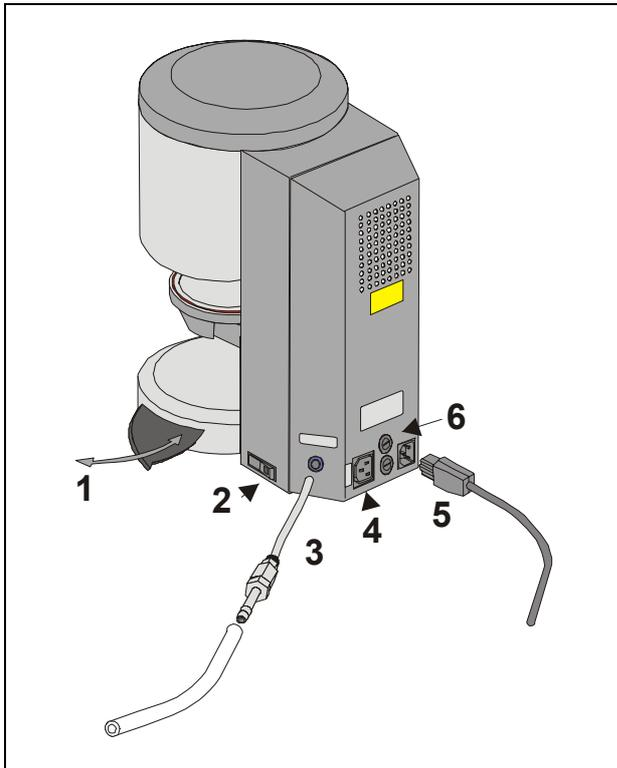

Fig. 1
### Raccorder la pompe à vide (Fig. 1).
- Brancher l'appareil sur le secteur avec le cordon secteur fourni (Fig. 1). Utiliser un câble de type HO5RR-F 3G1,0 mm2 pour le raccordement. Eviter le raccordement aux prises de distribution à rallonge; risque d'incendie en cas de surcharge.
Si l'appareil n'est pas utilisé, monter le lift dans l'enceinte de cuisson et arrêter l'appareil à l'interrupteur principal (voir fig. 1, rep. 2). La fermeture de l'enceinte de cuisson protège l'isolation et empêche la pénétration d'humidité.